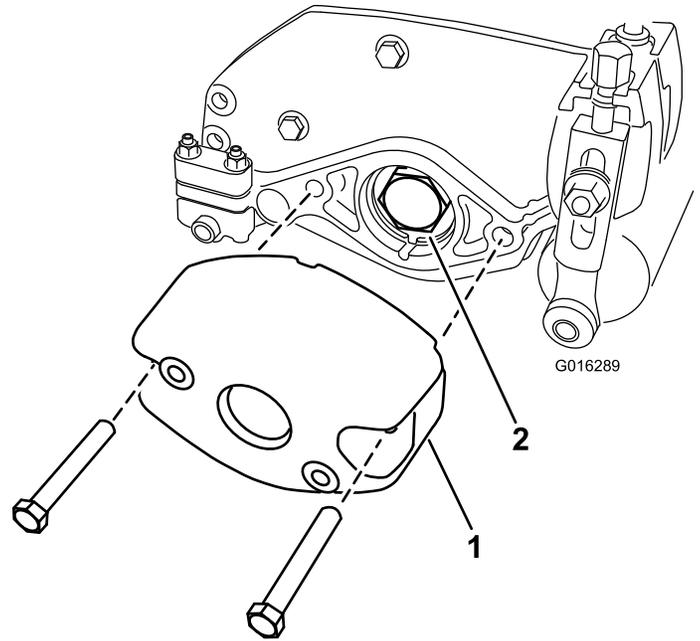

Figure 2
5. Retirez les 2 boulons et écrous qui fixent le contrepoids à l'extrémité droite du plateau de coupe. Déposez le contrepoids (*Figure 2*).
6. Retirez l'écrou de roulement de l'arbre du cylindre (*Figure 2*).